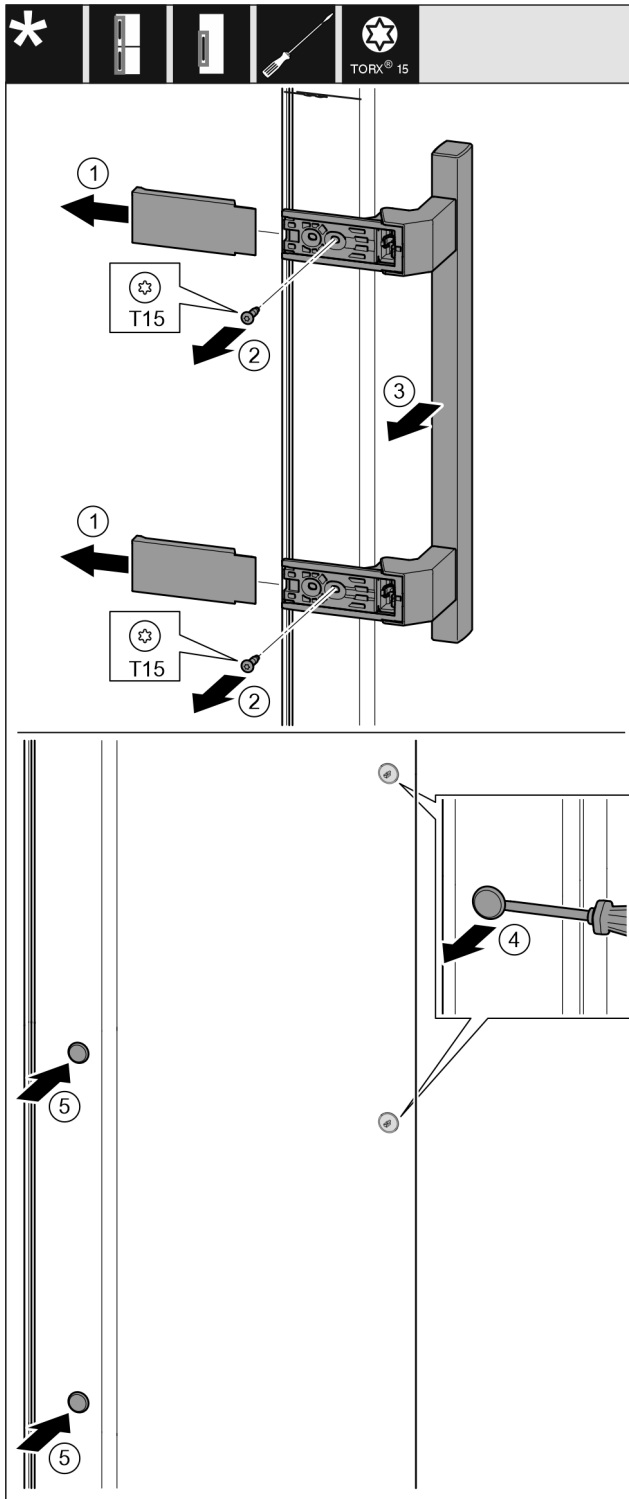

Fig. 17
- ▶ Noņemiet pārsegu. Fig. 17 (1)
- ▶ Izskrūvējiet skrūves ar skrūvgriezi T15. Fig. 17 (2)
- ▶ Noņemiet rokturi. Fig. 17 (3)
- ▶ Paceliet uzmanīgi ar plakano skrūvgriezi un izvelciet ārā sānu aizbāzni. Fig. 17 (4)
- ▶ Ievietojiet atpakaļ aizbāzni otrajā pusē. Fig. 17 (5)